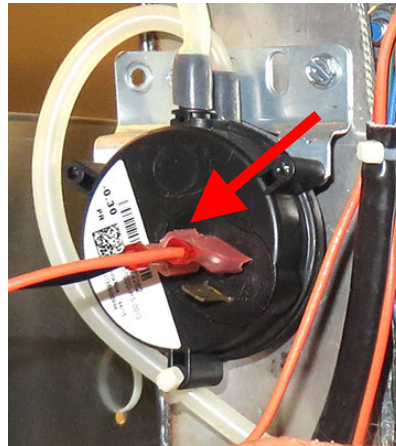

図 18
23. 圧力スイッチからワイヤーを外し、再取り付けのためにワイヤーの位置をマークします (図 18 を参照)。